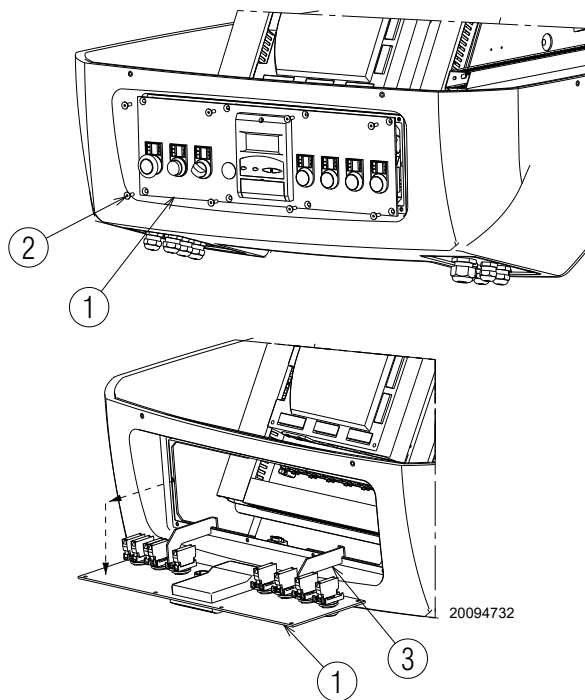

Fig. 35
- svitare le viti 2)(Fig. 35) del pannello comandi 1);
- estrarre il pannello comandi 1) e ruotarlo di 90°, agganciandolo con le apposite staffette 3) nel profilo del quadro elettrico come visibile in Fig. 35;